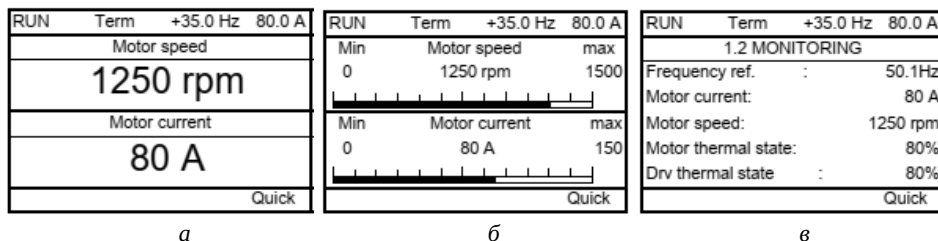

Рисунок 1.6: Типи відображення параметрів
- **[Digital] (dEC)** – цифрове значення з одиницями виміру (2 значення) рис. 1.6 а;
- **[Bar graph] (bAr)** – горизонтальна гістограма (2 значення) рис. 1.6 б;
- **[List] (LISt)** – список (5 значень) рис. 1.6 в.